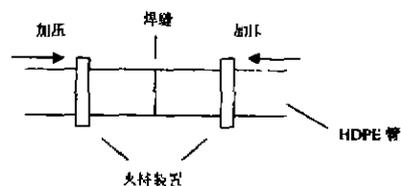

图6 加压焊接示意图
4.2.4 把加热好了的两根PE管的两端面以一定的焊接压力对接,并在压力下空冷。靠压力使两根PE管的融化部分在逐渐冷却中结合在一起。(如图6)